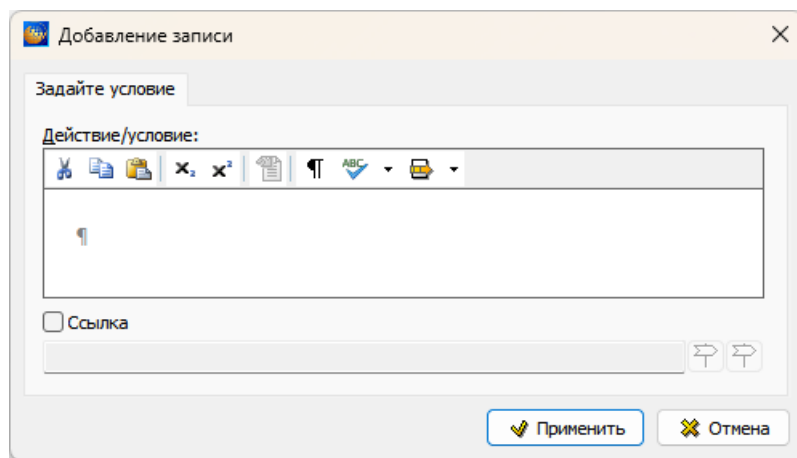

Рисунок 556
2) Щелкните левой кнопкой мыши по полю требуемых условий и нажмите на кнопку  на панели инструментов редактора или выберите команду из контекстного меню. При этом появится окно **Добавление записи** (рисунок 556).